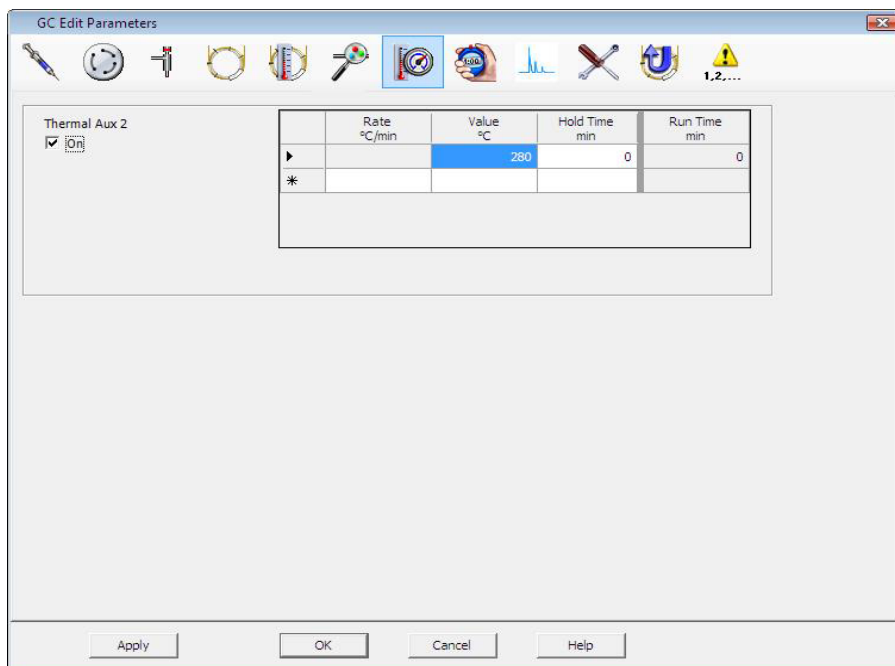

Figura 16 Ajuste de la temperatura de la interfase
- 3 Haga clic en el icono **Aux** para modificar la temperatura de la interfaz (Figura 16).